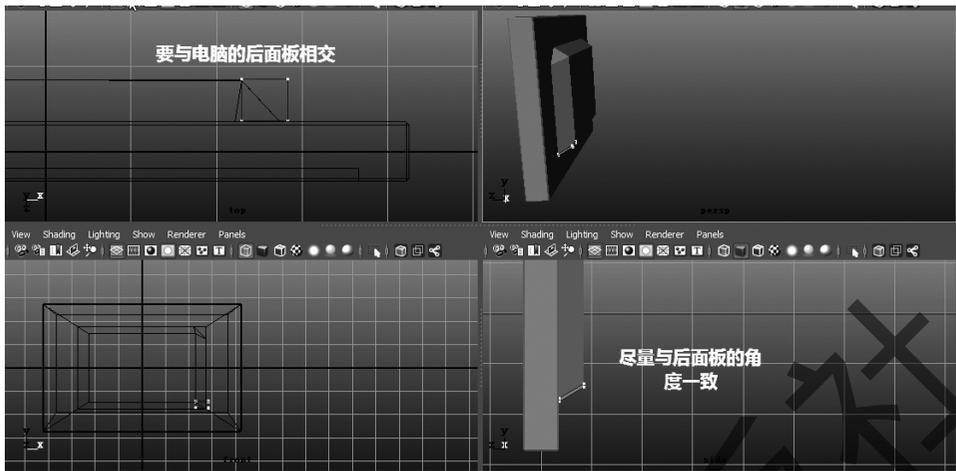

图 4-27 通风口的制作
Step 6:接下来要制作后面板上的通风口,这个需要利用布尔运算命令。首先要创建新的物体来进行布尔运算。新的物体是一种小方体,在创建时候要注意角度,并且一定要与电脑相交才能够成功运算,如图 4-27 所示。